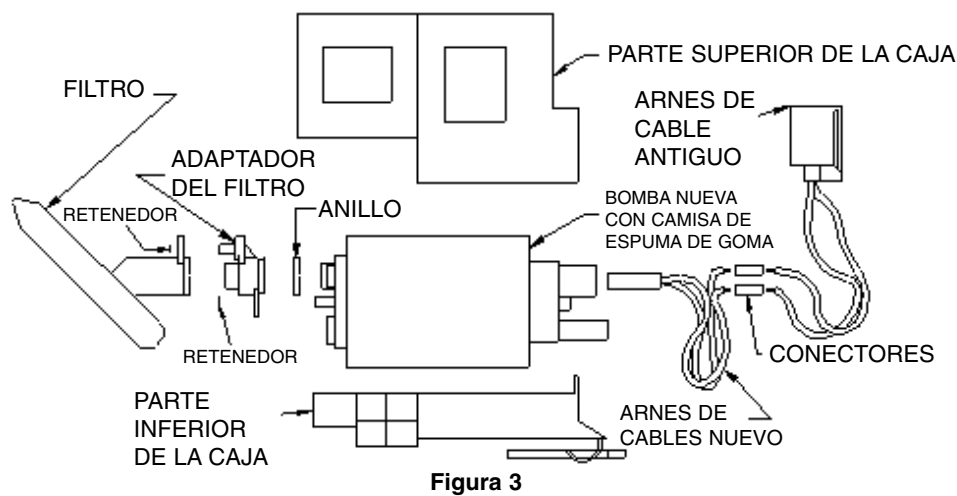

Figura 3
- Coloque sobre la bomba la funda de espuma de goma que se suministra con el conjunto de manera que esté rasante con el casco metálico de la bomba por el extremo de la salida de la bomba. Vea la figura 3.
- Coloque el anillo metálico de expansión en el adaptador del filtro. Vea la figura 3.